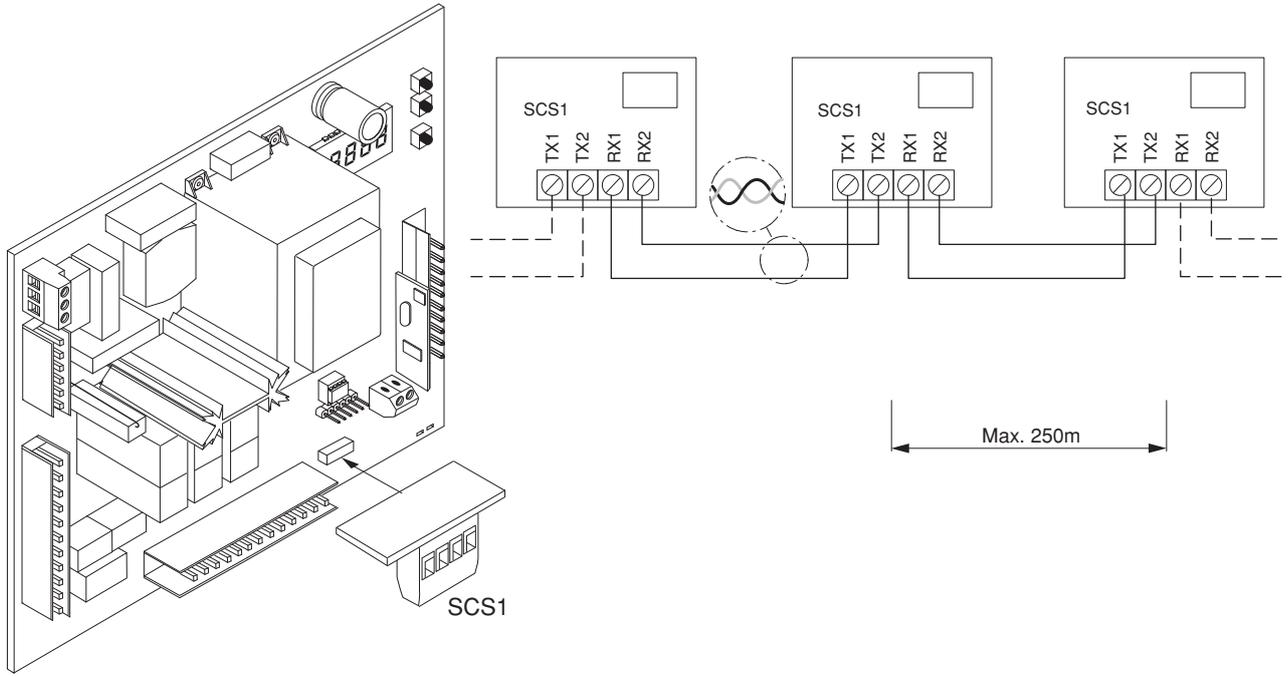

Fig. 6
8.1) Einander gegenüberliegende Schranken (Fig.6)
Der Stopbefehl wird aus Sicherheitsgründen mit einem Knopf geschaltet, der einen doppelten Öffnungskontakt besitzt. Dieser ist, wie in Abb. 6 dargestellt, mit beiden Steuerungen verbunden.